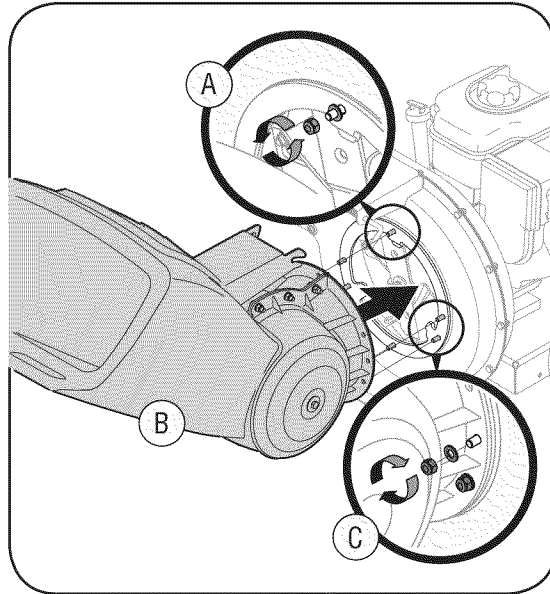

Figura 3-1
- Saque seis tuercas hexagonales y arandelas de los espárragos de la soldadura de la caja del motor. No saque la placa de sostén. Vea la Figura 3-1.